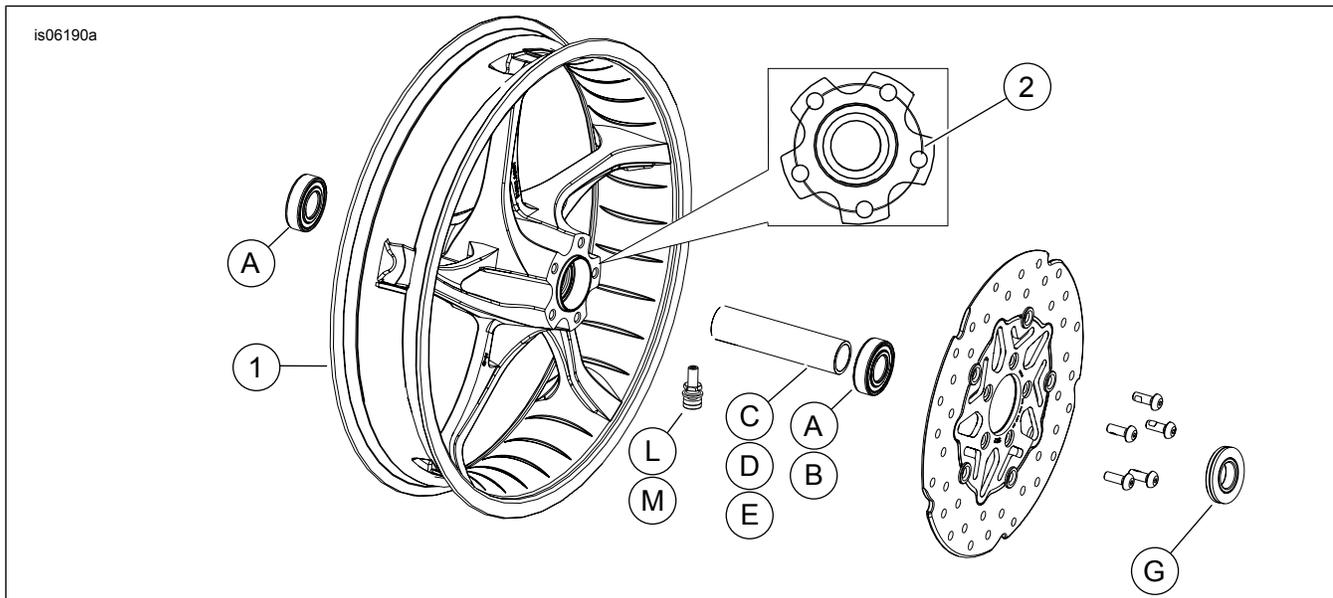

Abbildung 1. Ersatzteile: „Stinger“-Vorderrad
Siehe Abbildung 1 und Ersatzteile-Tabelle.
2. Siehe Abbildung 1. Die Ventilschaft-Baugruppe (L oder M) am Rad anbringen. Siehe Werkstatthandbuch.